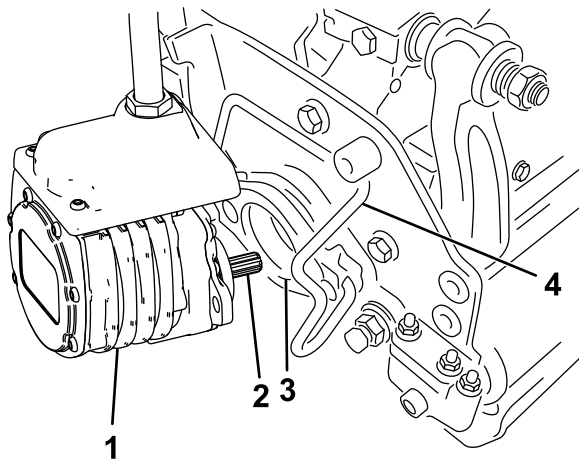

Figura 58
6. Revista o veio estriado do motor da unidade de corte com massa lubrificante limpa (Figura 58).
7. Insira o motor no lado esquerdo da unidade de corte (visto da posição do operador) e empurre a barra de retenção do motor na unidade de corte na direção do motor até ouvir um “clique” de ambos os lados do motor (Figura 58).